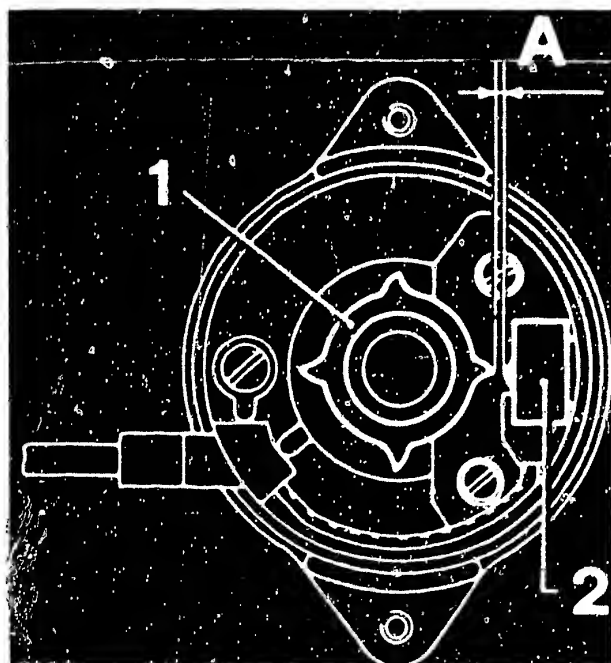

Bild 23 Im Zündverteiler Magneti Marelli SM 802 BX muss der Luftspalt (A) zwischen Rotor (1) und Stator (2) 0,5...0,6 mm betragen.
4.) Die Impulsgeberspule soll bei 20°C einen Widerstand von 690...770 Ohm haben. Der Luftspalt zwischen einem Nocken und dem festen Polschuh der Geberspule muss 0,5...0,6mm betragen (Bild 23).